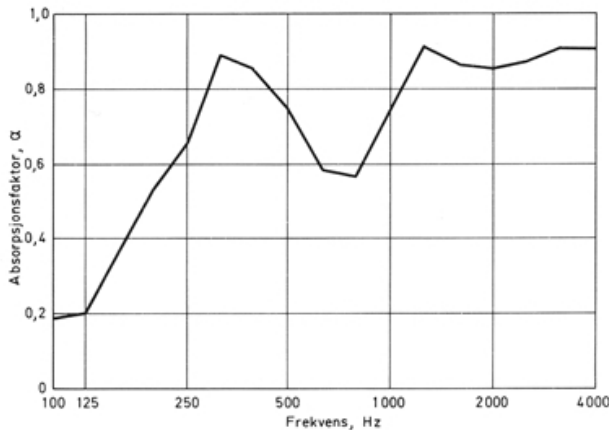

Fig. 114
- 114 **Lydabsorpsjon.** Platene har gode lydabsorberende egenskaper. Måling iflg. etterklangsmetoden ISO R 354 fremgår av fig. 114.